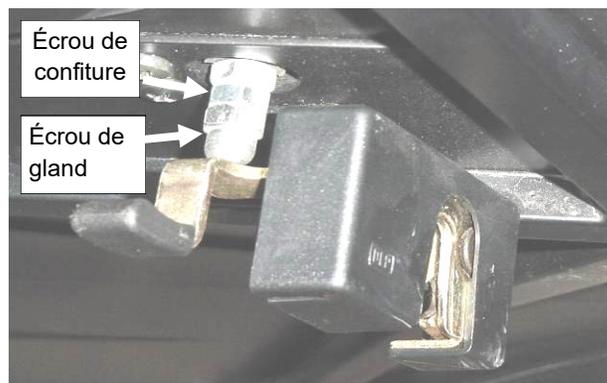

Fig. 5.11 (vue de la porte latérale du conducteur)
5.11 Ajustez l'écrou de gland et l'écrou de confiture sur le piston de poignée de porte montré dans la figure 5.11 de sorte que le piston soit aussi court qu'il peut être. Utilisez deux clés de 13 mm. D'autres ajustements seront effectués ultérieurement.